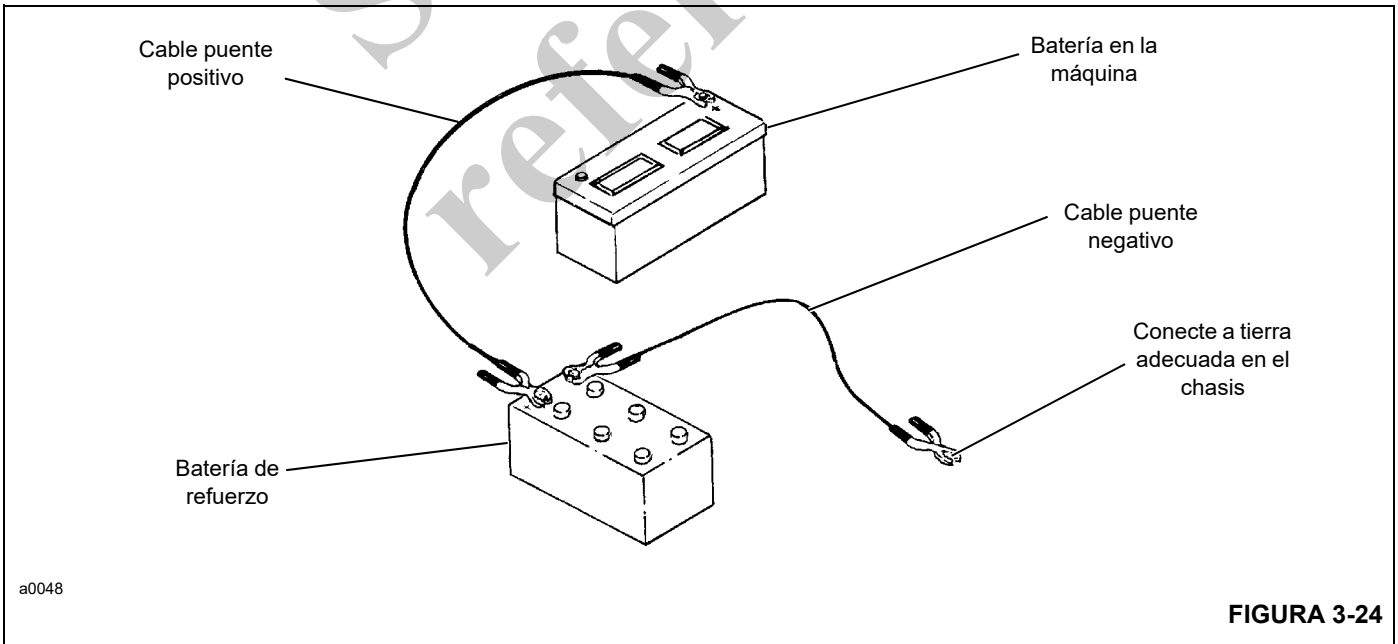

FIGURA 3-24
7. Conecte un extremo del cable puente positivo (+) (normalmente rojo) al borne positivo (+) de la batería descargada. Consulte la Figura 3-24.